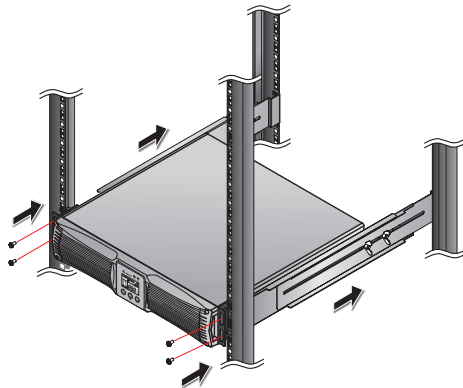

Figure 3-4 : UPS를 랙에 삽입
- 4 UPS를 랙에 삽입하고 제공된 4개의 나사를 조여줍니다. Figure 3-4 참조. 설치 후에는 4개의 여분의 나사가 남게 되며 이 나사들은 스페어 부품들이 됩니다.